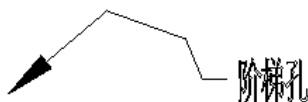

图 4.2.10 标签同一段引线
- ☑ **标签同一段引线** 单选项: 用于创建带多折引线的图形注释, 如图 4.2.10 所示。